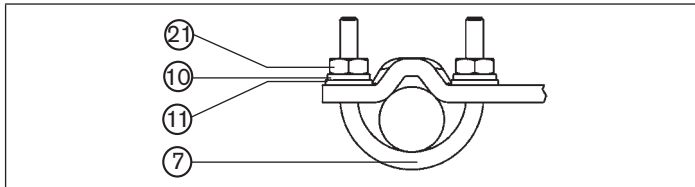

Bild 11: Positioner mit Anbauwinkel befestigen; bei Antrieben mit Säulenjoch
- Anbauwinkel mit den U-Bolzen ⑦, Scheiben ⑩, Federringen ⑪ und Sechskantmuttern ⑫ am Säulenjoch befestigen (siehe „Bild 11“).